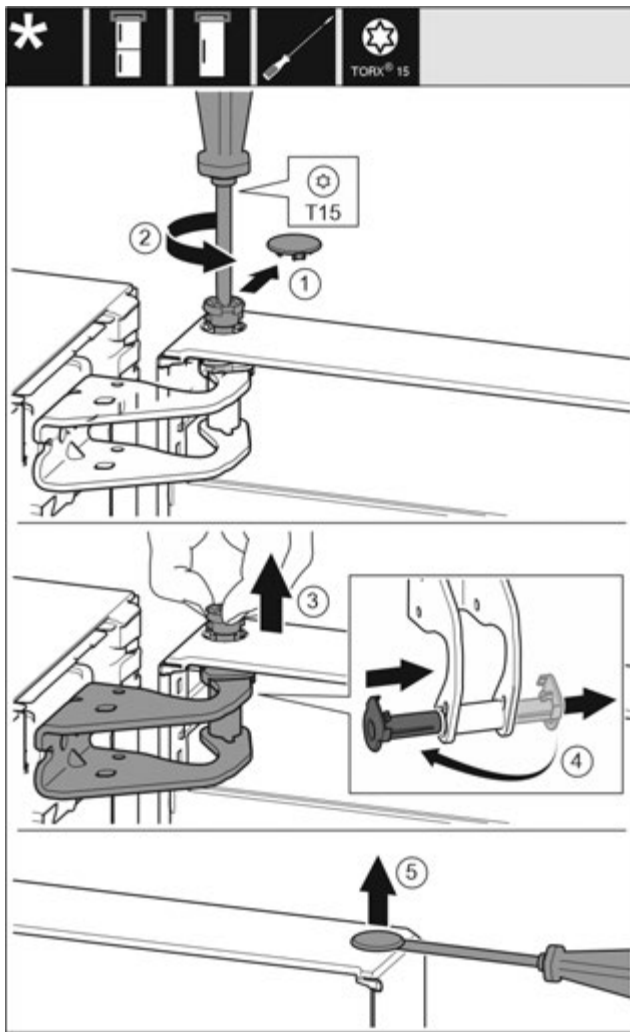

Fig. 9
- ▶ Обережно зніміть запобіжну кришку. Fig. 9 (1)
- ▶ Трохи викрутіть гвинт за допомогою викрутки T15. Fig. 9 (2)
- ▶ Притримуйте дверцята і витягніть палець руками. Fig. 9 (3)
- ▶ Витягніть із прямої опору втулку. Встановіть і зафіксуйте з іншого боку. Fig. 9 (4)
- ▶ За допомогою шлицевої викрутки обережно підійміть пробку із опорного втулка дверцят та витягніть її. Fig. 9 (5)